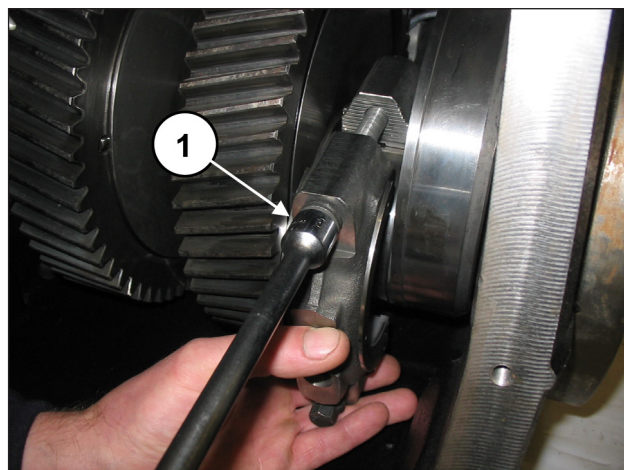

Fig. 84
Fixe os chapéus nas semi-hastes mediante os parafusos M12x1.25x87 (pos. ①, Fig. 84).